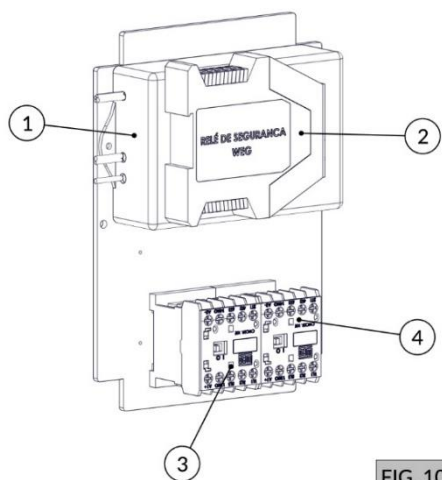
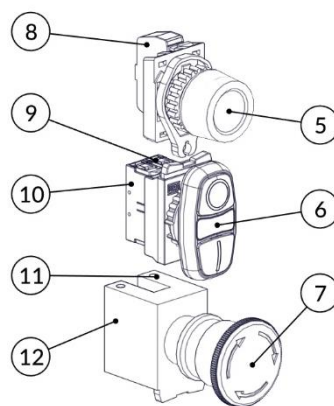

FIG. 10
FIG. 11
- c) Inspeccione todo o conjunto de comando (contatores (FIG. 10), relê de segurança (FIG. 10), fonte chaveada HTR (FIG. 10) chaves de acionamentos (FIG. 11) e chicote elétrico) e verifique se há contaminação destes componentes por agentes externos agressivos ao sistema, tipo: sabão, água, insetos, etc. Verifique também a integridade dos cabos elétricos e seus terminais elétricos. Caso haja contaminação do sistema, deve-se proceder a troca do componente degradado.